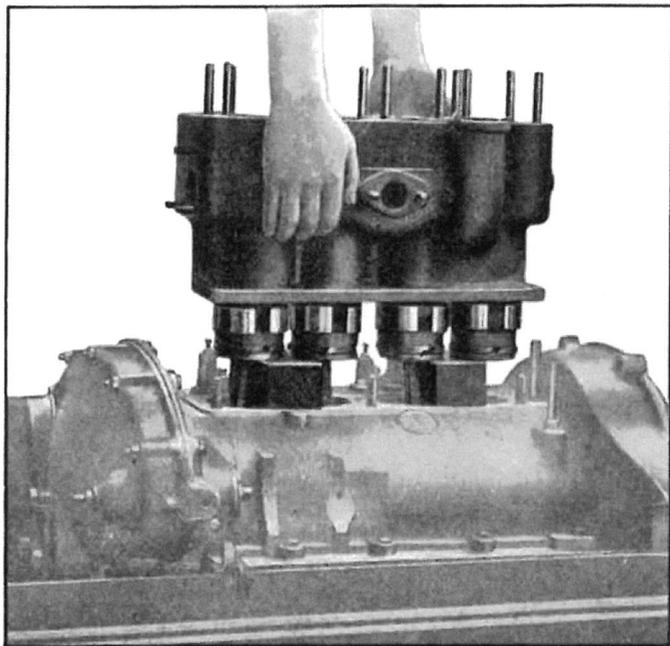

Fig. 50. — Remontage d'un groupe de cylindres.
- 11.—S'assurer de la propreté intérieure des cylindres ; les huiler légèrement puis, avec un aide, présenter le groupe sur les pistons et le faire descendre progressivement jusqu'à ce que les premiers segments soient complètement glissés dans les cylindres. (L'on s'en aperçoit lorsque les bagues spéciales tombent d'elles-mêmes) (fig. 50).